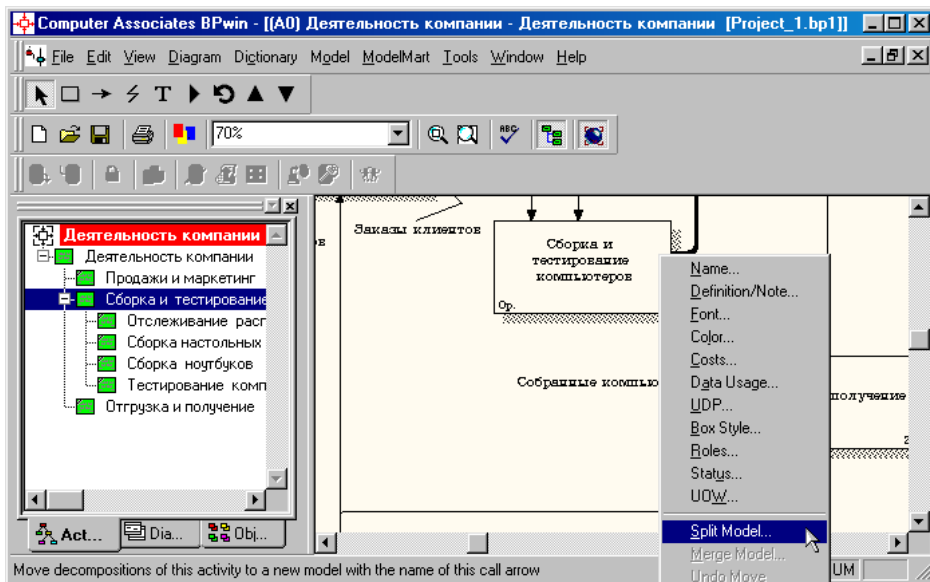

Рисунок 5.1 - Пункт контекстного меню **Split model**
- 1 Перейдите на диаграмму А0. Правой кнопкой мыши щелкните по работе **"Сборка и тестирование компьютеров"** и выберете **Split model** (Разделить модель) (рисунок 5.1).
- 2 В диалоге **Split Option** (Опции разделения) внесите имя новой модели "Сборка и тестирование компьютеров", установите опции, как на рисунке, и щелкните по кнопке **OK** (рисунок 5.1).